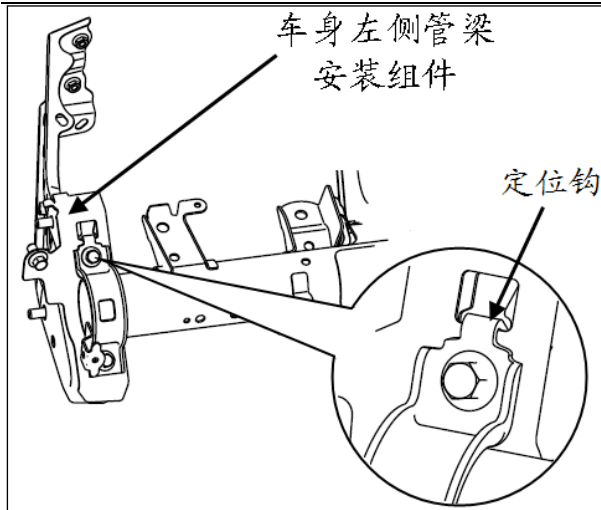
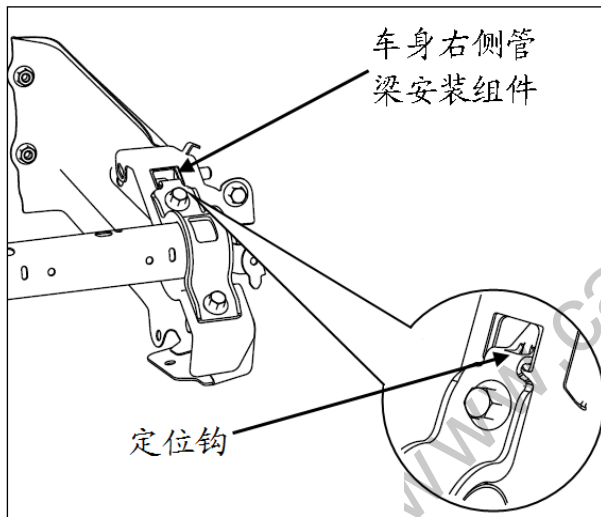

图 1.5.25 仪表台横梁固定支架组件（左）
图 1.5.26 仪表台横梁固定支架组件（右）
- (5) 再次确认转向管柱以及其它相关的电器元件、线束与管梁以及仪表板下本体的连接断开。确认无误后, 将图 1.5.25 中所示的左侧定位钩脱开, 再将图 1.5.26 中所示的右侧定位钩脱开, 即可将管梁以及线束从车身上拆下。
- (6) 管梁和线束一起拿下后, 再将线束从管梁上拆下。